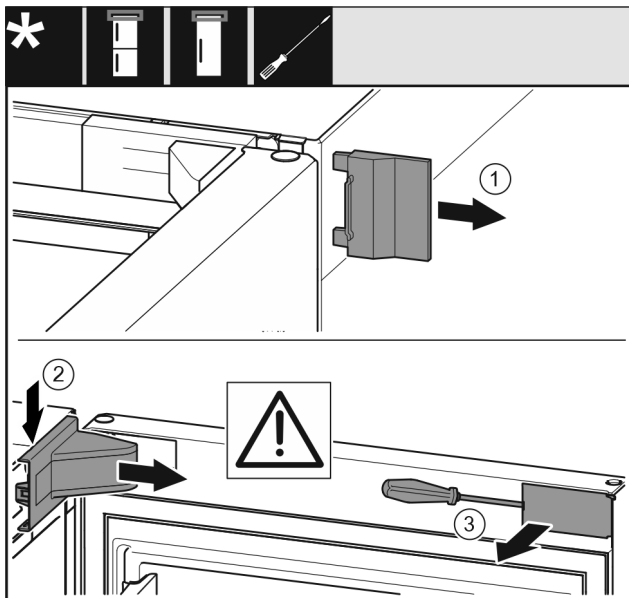

Fig. 8
- Nuimkite išorinę dengiamąją plokštelę. Fig. 8 (1)
- Atfiksukite atraminės gembės dengiamąją plokštelę ir ją nuimkite. Nuimkite atraminės gembės dengiamąją plokštelę. Fig. 8 (2)
- Išdrožiniu atsuktuvu atkelkite gaubtą ir pasukite jį į šoną. Fig. 8 (3)